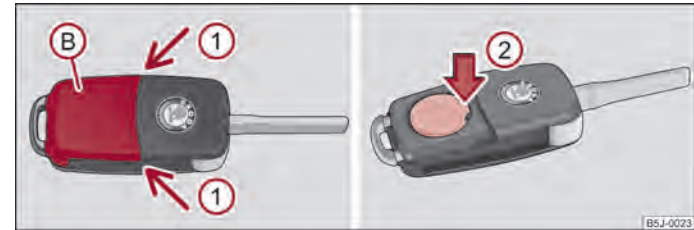

Fig. 10 Chiave con comando a distanza - rimozione del coperchio / rimozione della batteria
Ogni chiave a distanza è provvista di una batteria alloggiata sotto il coperchio (B) ⇒ fig. 10. Quando la batteria è scarica, premendo un tasto della chiave con comando a distanza, la spia di controllo rossa (A) non lampeggia ⇒ fig. 9. Si raccomanda di far sostituire le batterie delle chiavi presso un'officina ŠKODA autorizzata. qualora si desideri comunque sostituire in prima persona la batteria scarica, procedere come segue:
- Premere il coperchio della batteria con il pollice oppure con un cacciavite piatto in corrispondenza delle frecce ①.
- Togliere la batteria scarica dalla chiave premendo verso il basso la batteria in corrispondenza della freccia ② ⇒ fig. 10.